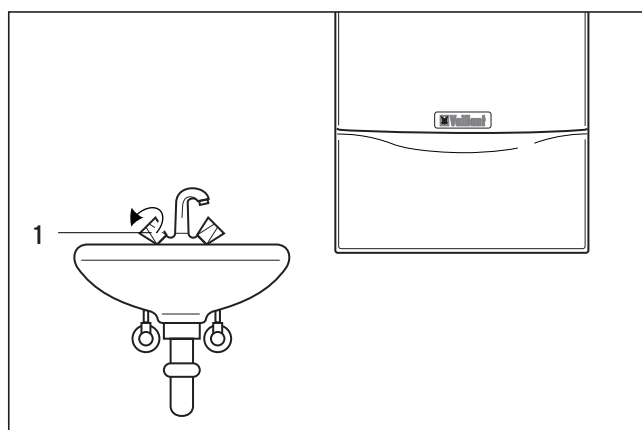

Fig. 3.7: Distribuição da água quente (aparelhos VMW)
3.3.3 Distribuição da água quente (aparelhos VMW, fig. 3.7)